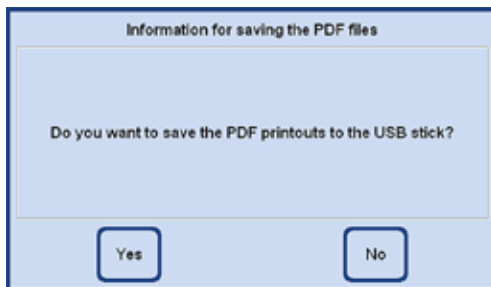

Рис. 123
- Если в приборе имеются PDF-отчёты, которые ещё не сохранены на USB-носителе, на дисплей выводится сообщение с запросом о необходимости выполнения сохранения (рис. 123).